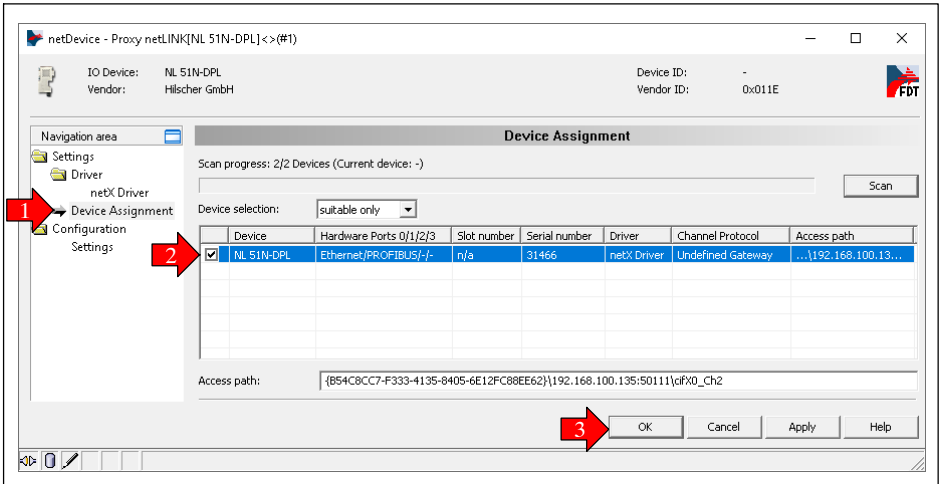

Fig. 4.8 Activation d'appareil
- ▶ Dans la boîte de dialogue, sélectionnez **Device Assignment** (Fig. 4.8).
- ▶ Activez votre appareil par un clic dans la première colonne (Fig. 4.8).